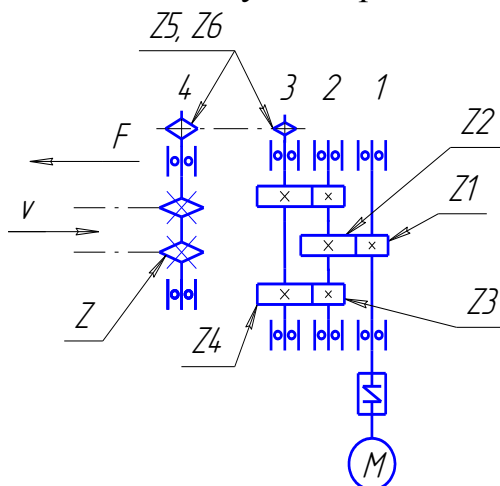

Рис. 8
8. Рассчитать кинематические и динамические параметры кинематической схемы электропривода цепного конвейера (рис. 8). $F = 11$ кН – нагрузка на цепь конвейера, $V = 0,35$ м/с – скорость конвейера, $t = 80$ мм – шаг цепи конвейера, $z = 8$ – число зубьев приводных звездочек конвейера.